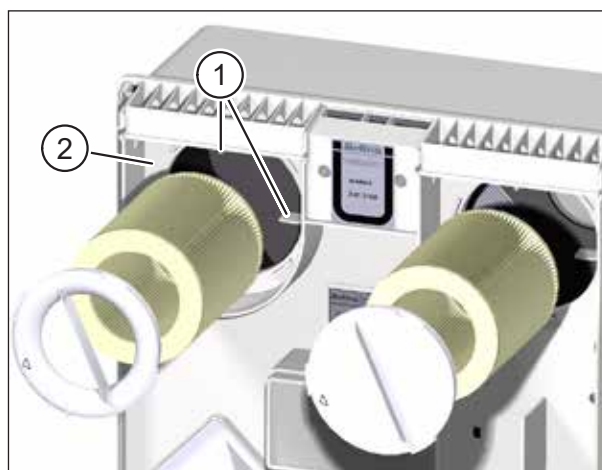

Fig. 15 : Mettre en place de nouveaux filtres à air
- ▶ Veillez à ce que le filtre à air glisse dans les quatre ergots de retenue (pos. 1 dans Fig. 15) sur la paroi arrière de l'appareil d'aération.
- ▶ Posez l'anneau du filtre sur le filtre d'air repris. Veillez à ce que l'anneau du filtre repose à plat sur la plaque intermédiaire (pos. 2 dans Fig. 15).